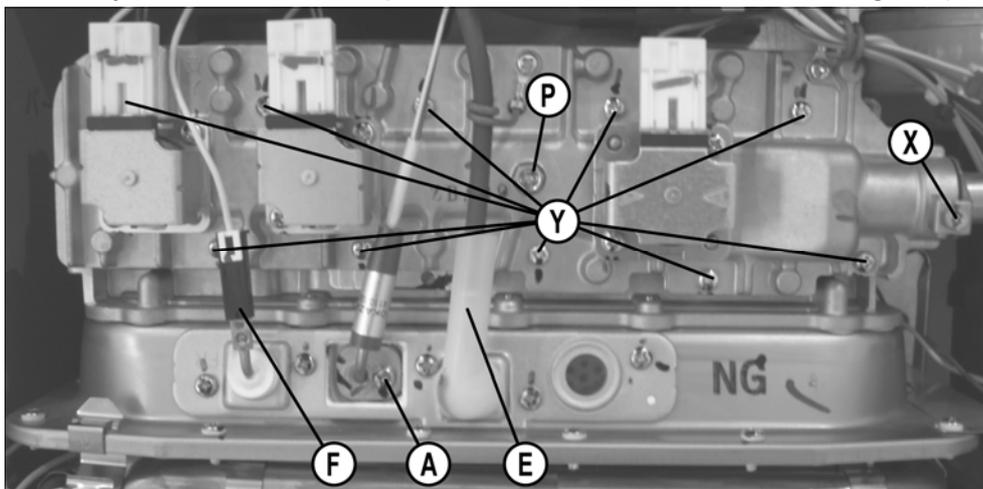

Fig.2
5. Sustituir el colector de alimentación del gas realizando los pasos siguientes (Fig.2):
- retirar el tornillo de fijación (A) de la termocopia;
- soltar los conectores bipolares de la electroválvula del gas, el electrodo (E) y el sensor de llama (F);
- soltar el tornillo de fijación (X) de la pletina utilizando una llave de tubo;
- soltar los tornillos de fijación (Y) del colector del gas;
6. Conectar un manómetro en la toma de presión (P) del colector de gas.